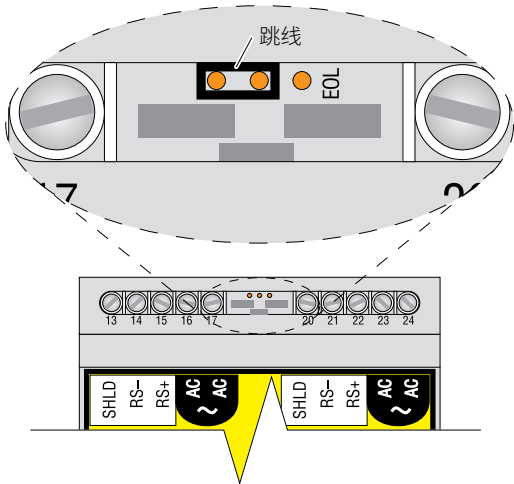

图 5b 所有其他 TTSIM 的线端跳线
- 在回路上的所有其他 TTSIM 处，如图 5b 所示，放置跳线。